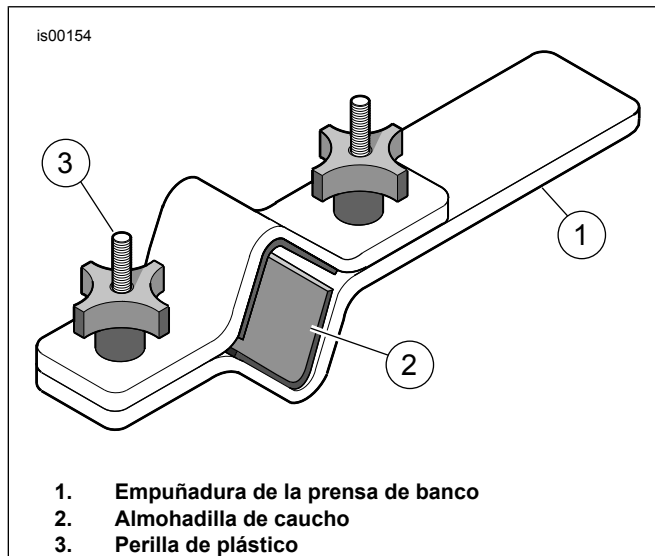

Figura 6. Soporte del tubo de la horquilla (HD-41177)
1. Vea la Figura 6. Instale la horquilla en el sujetador del tubo de la horquilla (HD-41177) de la siguiente manera:
- a. Sujete el extremo de la herramienta (1) en la presa de banco en posición horizontal.